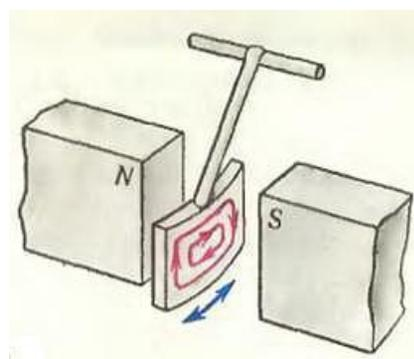

Рис. 1.
1. Если при движении металлической пластины из пара- или диамагнетика (меди или алюминия) в магнитном поле она пересекает линии магнитной индукции, то в системе отсчета, связанной с пластиной, возникает вихревое электрическое поле, которое создает в ней круговые электрические токи Фуко (рис. 1). Выясним, как вихревой электрический ток влияет на движение пара- или диамагнетика.